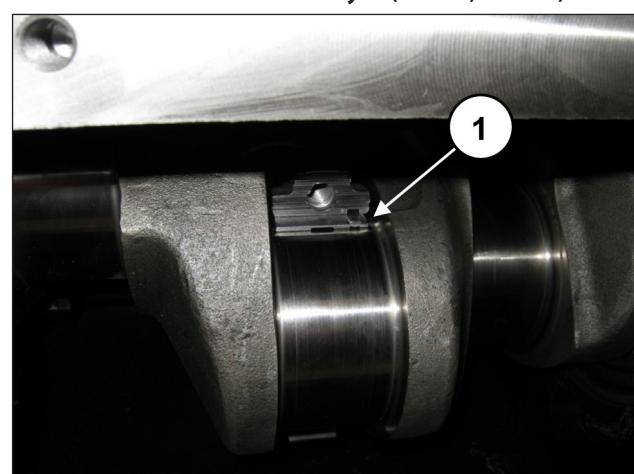

Рис. 65
Вставьте верхние полуподшипники между шатунами и валом (поз. ①, Рис. 65).